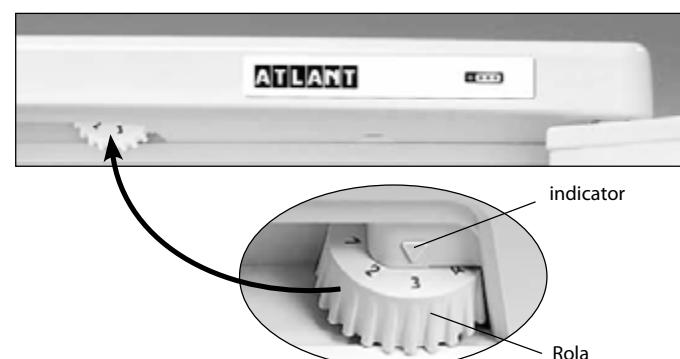

Figura 3 – Controlul temperaturii
**1.5** Organ de regulare a temperaturii în conformitate cu figura 3 este rolul de regulare a temperaturii (în continuare – rol). Rolul se roteste în sensul acelor de ceasornic și invers acelor de ceasornic și are diviziuni cu cifre notate și se instalează la diviziunea selectată. Diviziunea cu marcajul „1” corespunde temperaturii cea mai ridicată (răcirea cea mai mică) în camera, la diviziunea „7” – cea mai joasă (cea mai mare racire). Diviziunea rolului trebuie instalată sub indicator la regularea temperaturii.
Deschideți ușa SF și setați rolul la diviziunea „2”. Închideți ușa SF. Pe viitor, pentru a selecta temperatură optimă pentru depozitarea alimentelor în secțiune trebuie regulați temperaturile cu ajutorul rolului, așa cum se arată în figura 3. În cazul în care, după regulare sau în urma schimbării condițiilor de exploatare, compresorul a început să lucreze continuu, este necesar de a rota lent rolul în direcția de micsorare până la un clic a regulatorului de temperatură. După regulare, temperatura în frigidier se menține în mod automat.